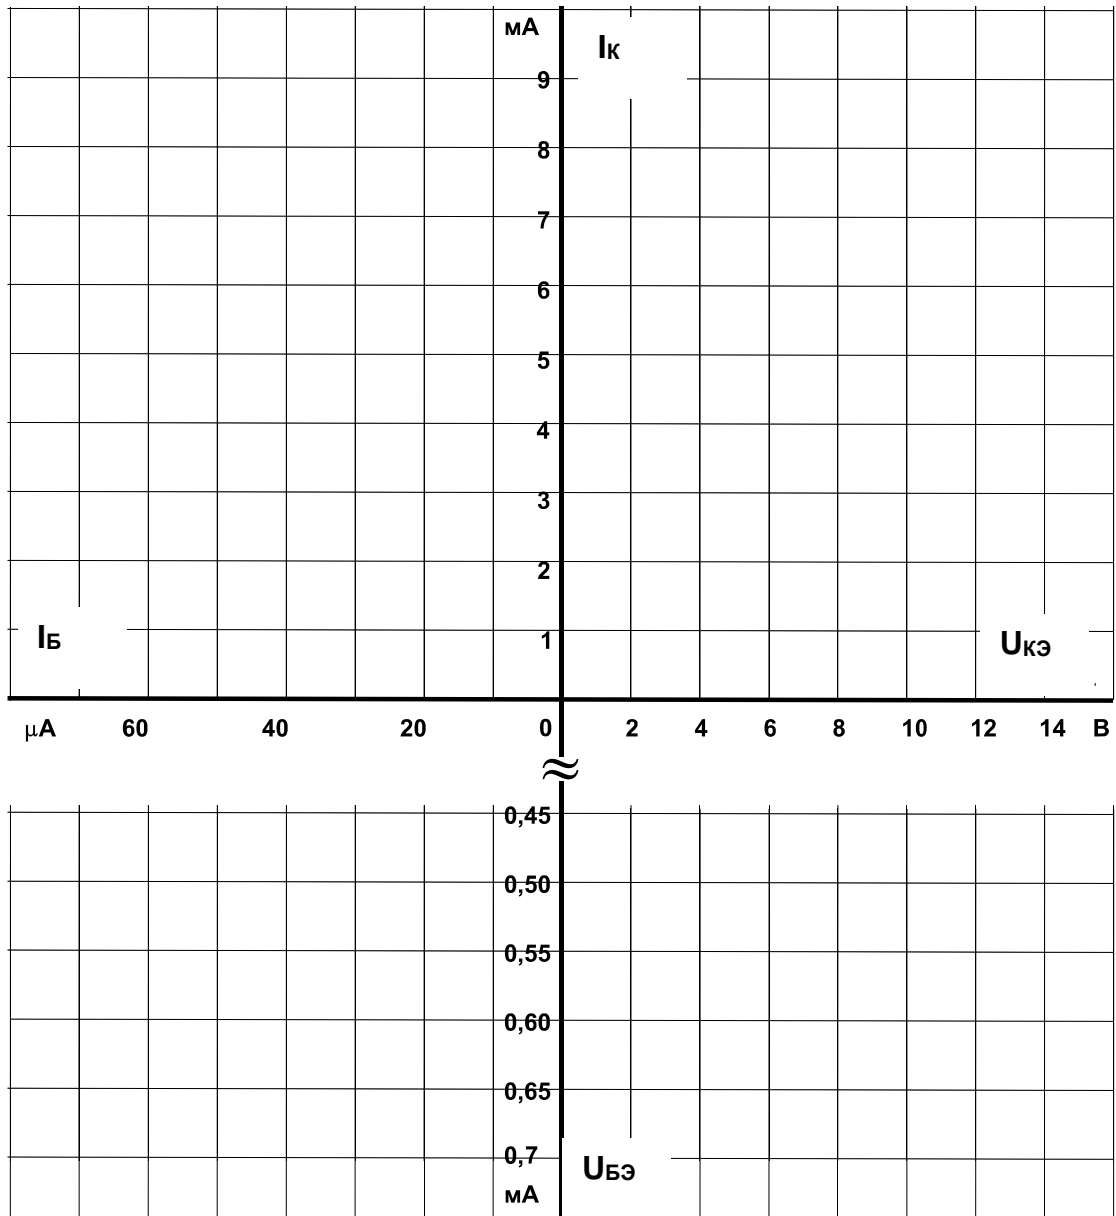

Рис. 4.3.3
- На рис. 4.3.3 постройте графики семейства выходных характеристик $I_K(U_{КЭ})$ и семейство характеристик обратной связи $U_{БЭ}(U_{КЭ})$, не забыв указать какому току базы соответствует каждая кривая.
- На рис. 4.3.3 постройте графики входных $I_B(U_{БЭ})$ и регулировочных $I_K(I_B)$ характеристик, указав для каждой кривой соответствующие значения $U_{КЭ}$.